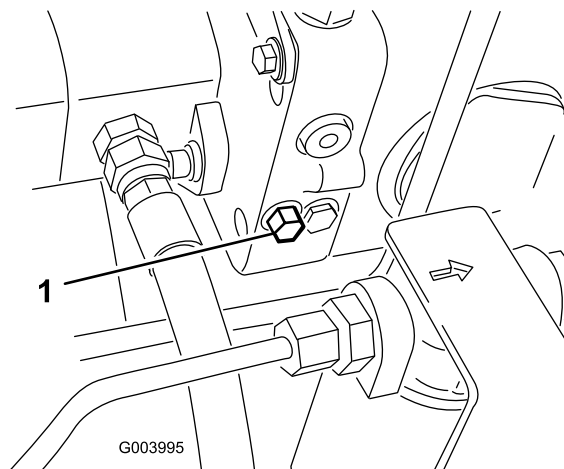

図 41
1. バイパスバルブを右または左11.5回転させると内部でバイパスが形成される 図 41。